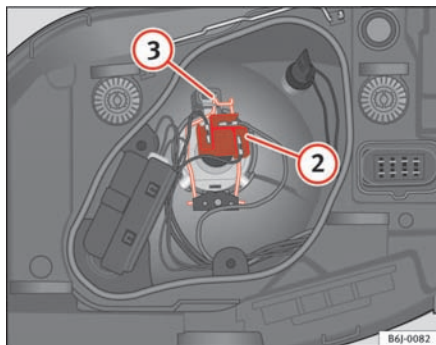

Fig. 147 Nær-/fjernlys i forbindelse med enkelt forlygte
- Træk stikket $\Rightarrow$ fig. 147 $\textcircled{2}$ af pæren.
- Tag fjederen $\Rightarrow$ fig. 147 $\textcircled{3}$ af ved at trykke den ind og dreje mod højre.